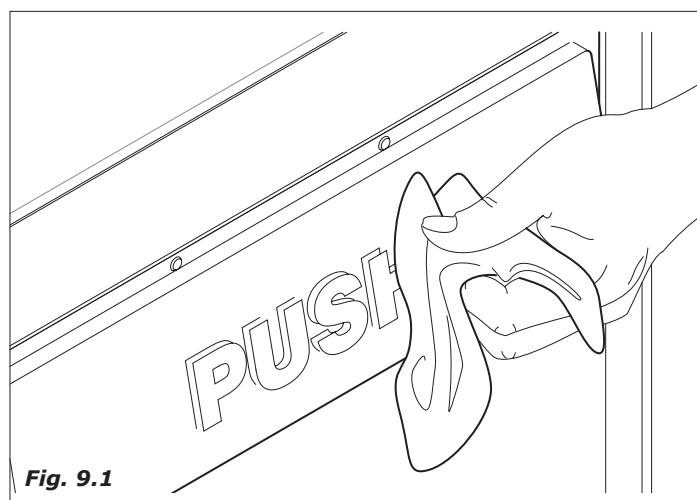

Fig. 9.1
- molhar o pano e limpar todas as partes à vista da zona de distribuição (Fig.9.1)